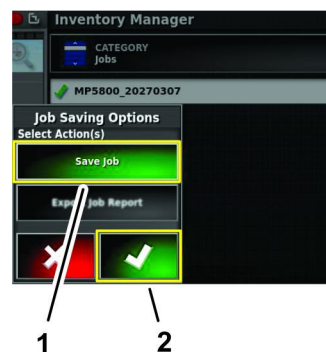

Figura 91
- En el cuadro de diálogo Opciones para guardar trabajos, pulse el icono Guardar trabajo y pulse el icono Confirmar (Figura 91).